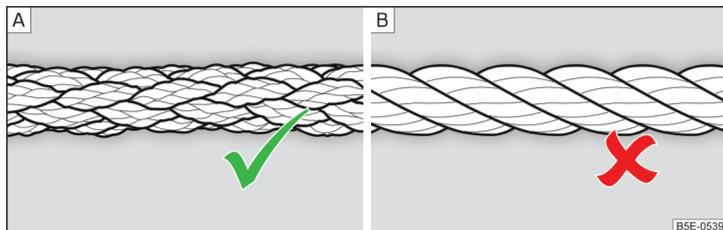

Abb. 207 Geflochtenes Abschleppseil / Gewundenes Abschleppseil
Zum Abschleppen ist ein geflochtenes Abschleppseil zu verwenden » Abb. 207 - A.
- Zum Abschleppen ist kein gewundenes Abschleppseil zu verwenden » Abb. 207 - B, die Abschleppöse könnte sich am Fahrzeug herausdrehen - es besteht Unfallgefahr.